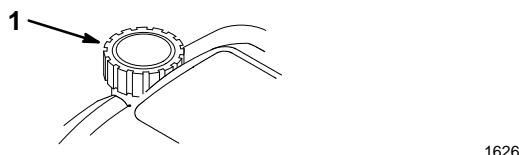

Figure 7
2. Nettoyer tout autour du bouchon du réservoir d'essence, puis retirer le bouchon (Fig. 7).